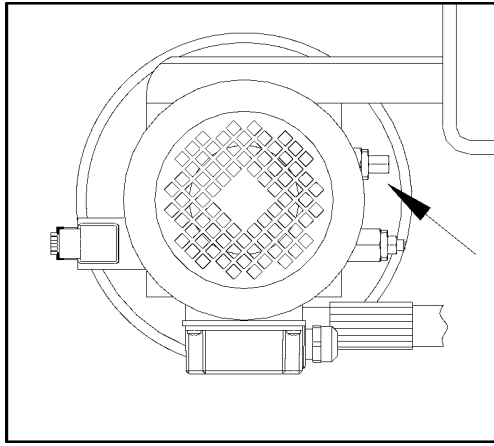

Fig. 11
- ◆ Maxtryckventilen (*Fig. 11*), som är placerad på hydrauloljaggregatet, kommer att utlösas om lyften är överbelastad.